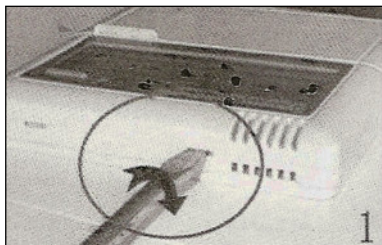

Figure 1
- Enlever le panneau arrière de l'affichage comme montré par la figure 1,